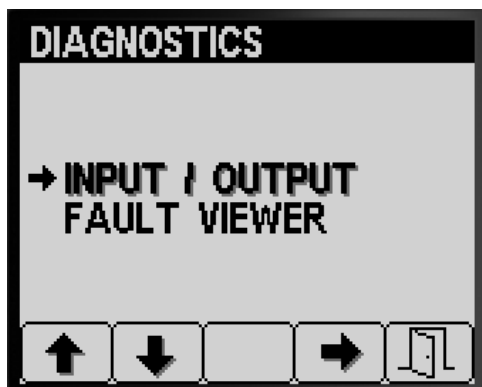

Figura 84
1. Prima o botão 1 ou 2 no ecrã Diagnóstico até encontrar a opção ENTRADA/SAÍDA (Figura 84).
2. Prima o botão 3 para seleccionar a entrada ENTRADA/SAÍDA (Figura 84).
4. Prima o botão 5 para sair do ecrã ENTRADA/SAÍDA e voltar ao ecrã DIAGNÓSTICO (Figura 84).